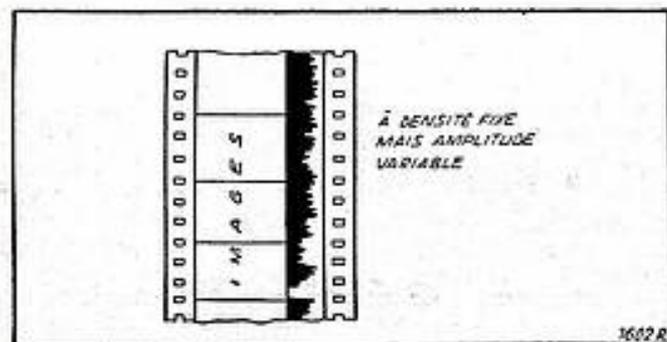

FIG. 3.
a) à densité fixe mais à amplitude variable (Figure 3),